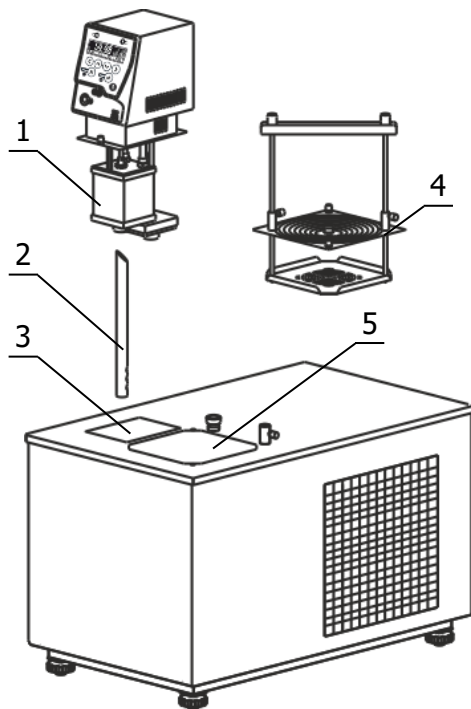
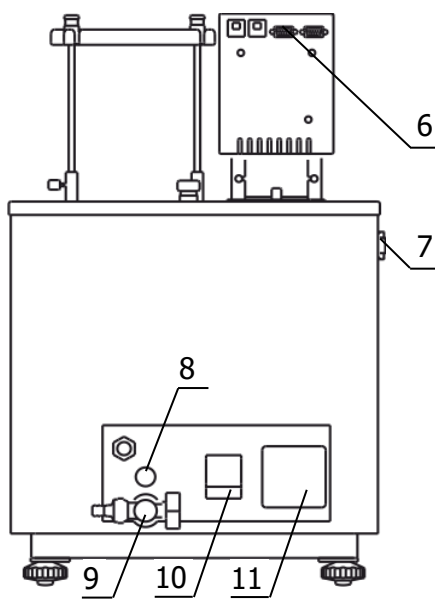

Рисунок 3 — Установка блока регулирования
Рисунок 4 — Задняя панель ванны термостата
2.2.3 Вставить выходную трубку насоса 2 (рисунок 3) косым срезом до упора в резервуар 1 блока регулирования и зафиксировать ее винтом. Три выходных отверстия трубки должны быть направлены в центр рабочей зоны после установки блока регулирования.
2.2.5 К переливному штуцеру 8 (рисунок 4) присоединить гибкий шланг, второй конец которого опустить в емкость для сбора излишков теплоносителя объемом 1.5–2 литра.
2.2.6 Заполнить ванну термостата теплоносителем через отверстие над рабочей зоной 5 (рисунок 3) до момента начала слива теплоносителя из переливного штуцера 8 (рисунок 4). Температурный диапазон применения теплоносителя должен соответствовать значениям, указанным в 1.2.6.
2.2.7 Вставить вилку сетевого кабеля блока регулирования в розетку 11 (рисунок 4). Соединить кабелем из комплекта поставки блок регулирования (разъем 6) и холодильную машину (разъем 7). Сетевой кабель термостата подключить к питающей сети. Для этого в лабораторном помещении должна быть установлена электрическая розетка из комплекта поставки термостата.
2.2.8 Автоматический выключатель 10 (рисунок 4) перевести в положение «включено».
Причина отсутствия перемешивания — неправильная работа насоса, вызванная воздушной пробкой, образовавшейся в резервуаре 1 (рисунок 3). Для ее устранения необходимо:
2.2.10 Установить корзину 4 (рисунок 3) в отверстие над рабочей зоной 5 и закрепить ее на крышке ванны винтами из комплекта поставки.
2.4.2 Надеть сливной шланг из комплекта поставки на сливной кран 9 (рисунок 4) и закрепить его хомутом. Свободный конец шланга опустить в емкость для сбора теплоносителя объемом, превышающим объем термостата.